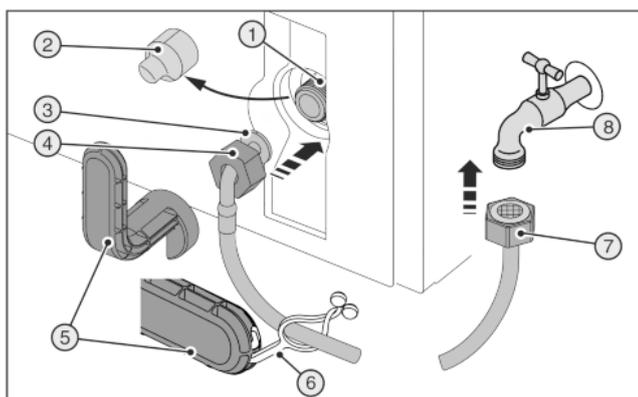
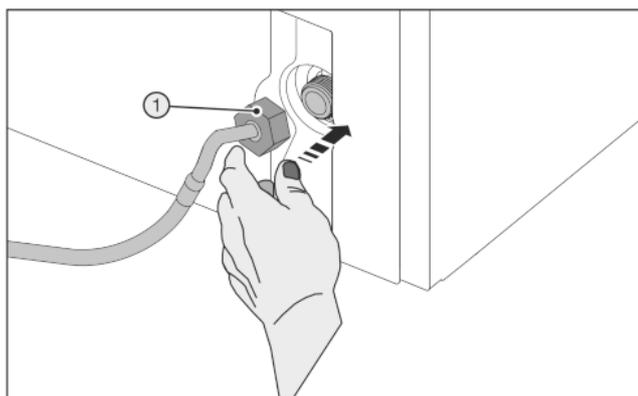

Fig. 45
Fig. 46
Zlomený pomocný nástroj Fig. 45 (5)!
- Používejte pomocné nástroje Fig. 45 (5) výhradně při pokojové teplotě.
- Stáhněte kryt Fig. 45 (2).
- Usnadněná montáž: Rovný konec hadice Fig. 45 (7) položte doleva na podlahu.
- Matici Fig. 45 (4) posuňte přes zahnutý konec hadice Fig. 45 (3) až na konec a držte.
- Nasadte opatrně matici Fig. 46 (1) a dvěma prsty ji rovně našroubujte na závit, až je dosaženo bezpečné usazení.
- Matici Fig. 46 (1) utahujte pomocným nástrojem Fig. 45 (5) ve směru hodinových ručiček, až je dosažen maximální utahovací moment a pomocný nástroj Fig. 45 (5) se přetáčí.
- Našroubujte matici Fig. 45 (7) na uzavírací kohout Fig. 45 (8).
- Matici Fig. 45 (7) utahujte pomocným nástrojem Fig. 45 (5) ve směru hodinových ručiček, až je dosažen maximální utahovací moment a pomocný nástroj Fig. 45 (5) se přetáčí.
- Otevřete uzavírací kohout Fig. 45 (8) na přívodu vody a proveďte těsnost celého vodního systému.
- Zahákněte styčnick Fig. 45 (6) do pomocného nástroje Fig. 45 (5) a upevněte k uschování na nerezové hadici.